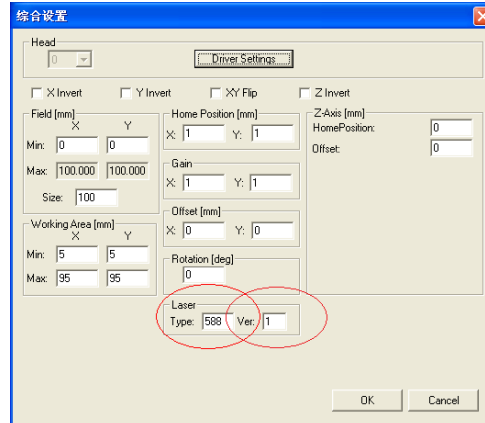

图 15
4) 定义激光器类型，激光器类型设为 588 和 1 (如图 15)，每一步设完务必按 save;